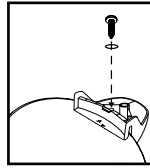

FIGURA 5
7. Asegure las bases con el tornillo y la arandela suministrados **FIGURA 5**.